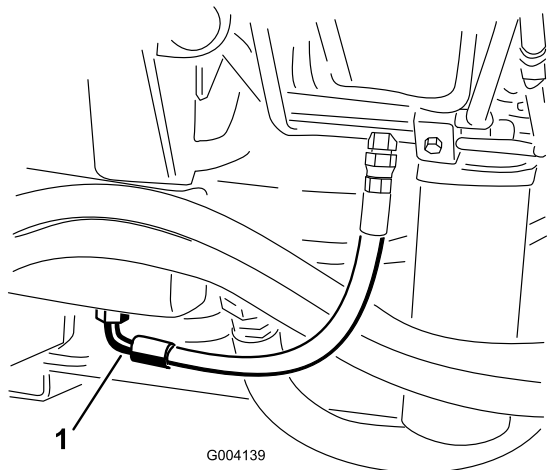

Figura 69
2. Collocate una bacinella di grandi dimensioni sotto il raccordo previsto sulla base del serbatoio del fluido idraulico (Figura 69).